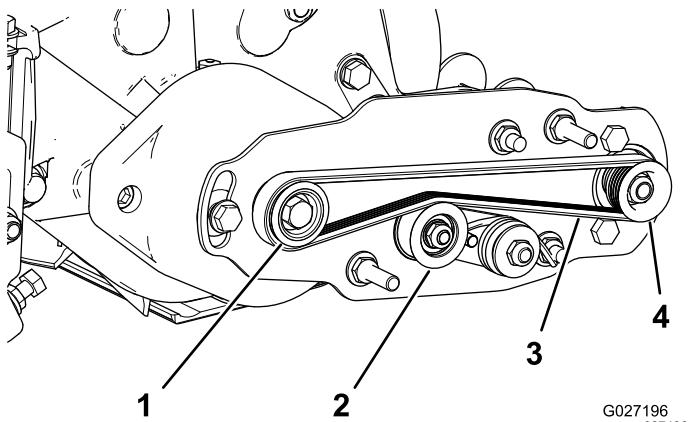

Figure 14
- Passez la courroie autour de la poulie d'entraînement puis sur le dessus de la poulie de tension (Figure 14).